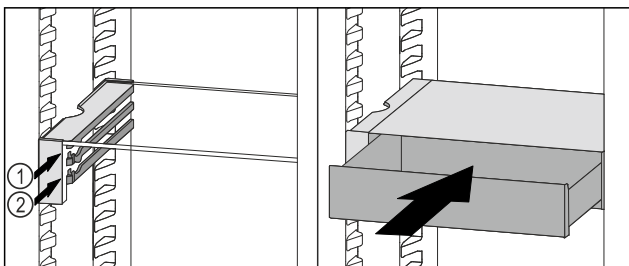

Fig. 55
- ▶ VarioSafe-lade achter de stoppers op de gewenste rib Fig. 55 (1) of Fig. 55 (2) plaatsen.